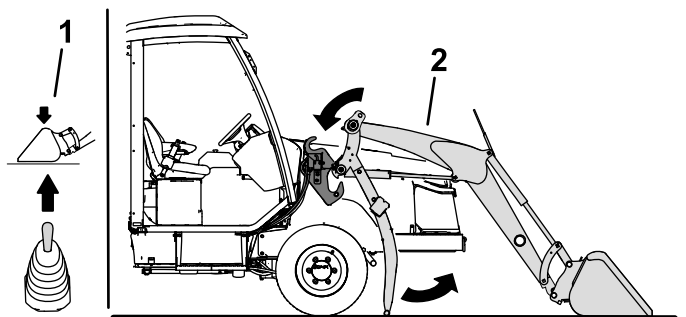

Figura 53
6. Ligue o motor e utilize o joystick do carregador para descer os braços do carregador para as montagens da estrutura do carregador (Figura 53).